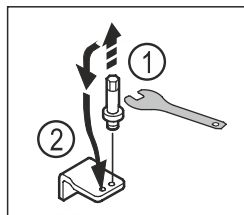

Fig. 22
- Draai de bout van de onderste lagersteun los met een SW5-inbussleutel. Fig. 22 (1)
- Plaats de bout aan de andere kant. Fig. 22 (2)